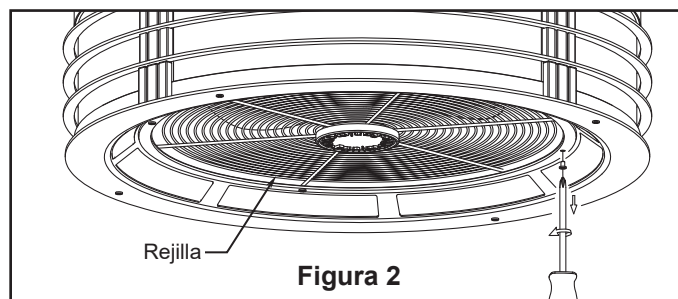

Figura 2
- 1. Extraiga los tornillos y extraiga cuidadosamente la rejilla del motor. Guarde los tornillos y la rejilla para el paso 3. (Figura 2)